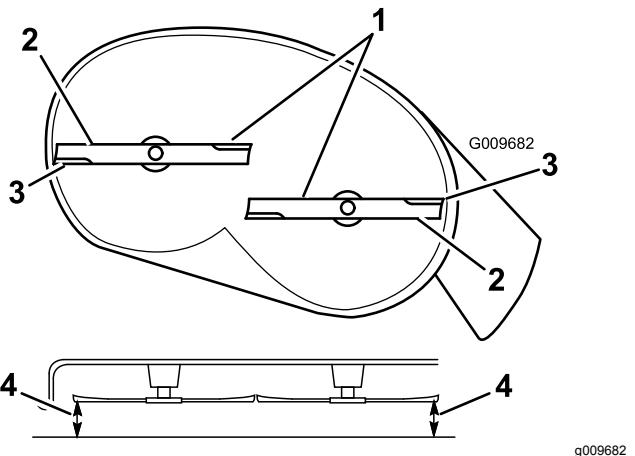
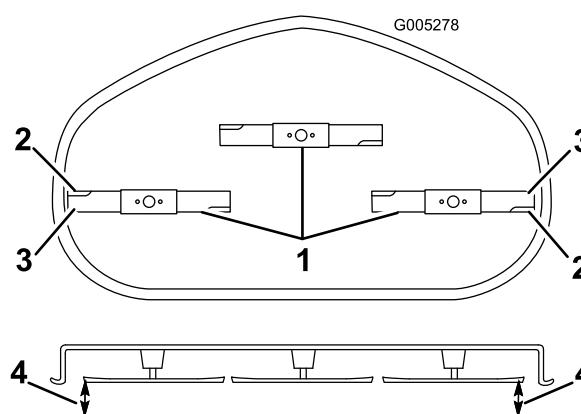

Figura 59
Figura 60
4. Girate con cautela la(e) lama(e) in modo che sia(ono) disposta(e) lateralmente (Figura 59 e Figura 60).
5. Misurate la distanza tra i taglienti esterni e la superficie piatta (Figura 59).